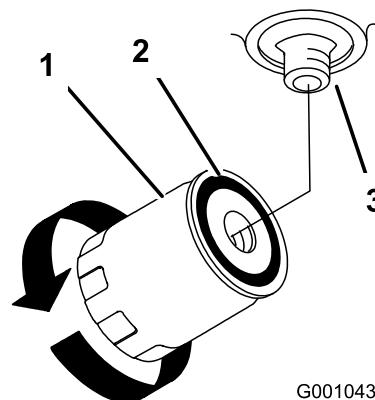

Figure 77
4. Déposez le filtre usagé et essuyez la surface du joint de l'adaptateur (Figure 77).
6. Montez le filtre de rechange sur l'adaptateur. Tournez le filtre dans le sens horaire jusqu'à ce que le joint rejoigne l'adaptateur, puis donnez 1/2 tour supplémentaire (Figure 77).